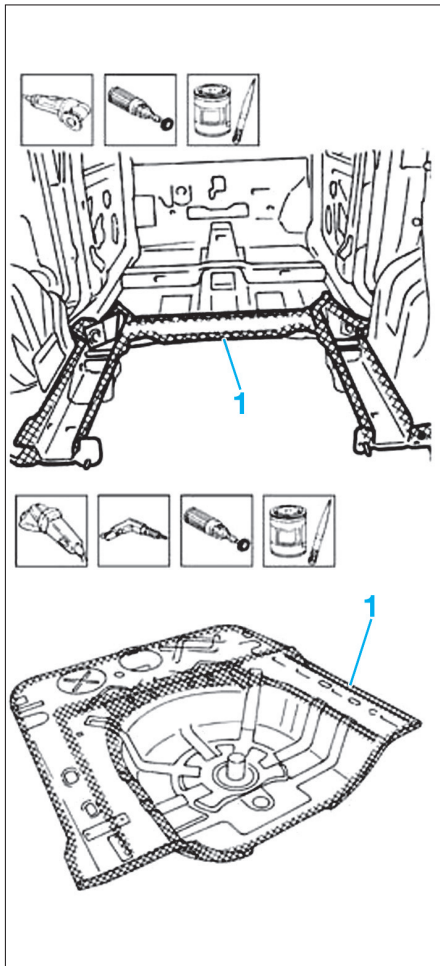

FIG. 32
- Nettoyer les zones (1) (Fig.32) sur le véhicule et sur les pièces neuves.